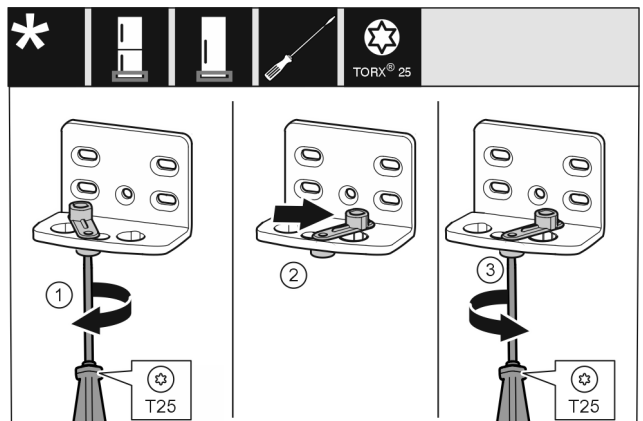

Fig. 15
- Schraube mit Schraubendreher T25 lose schrauben. Fig. 15 (1)
- Türschließhilfe anheben und um 90° nach rechts in Bohrung drehen. Fig. 15 (2)
- Schraube mit Schraubendreher T25 festschrauben. Fig. 15 (3)